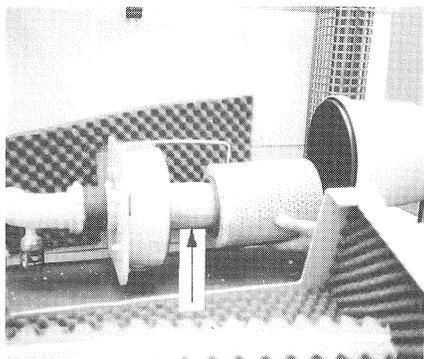

FIG. 49
- 3 - Retirer le godet à poussière et la cartouche filtrante fig. 49.
- Quand après ces travaux, le témoin rouge apparaît sur l'indicateur de colmatage, remplacer également la cartouche de sécurité fig. 49/flèche.